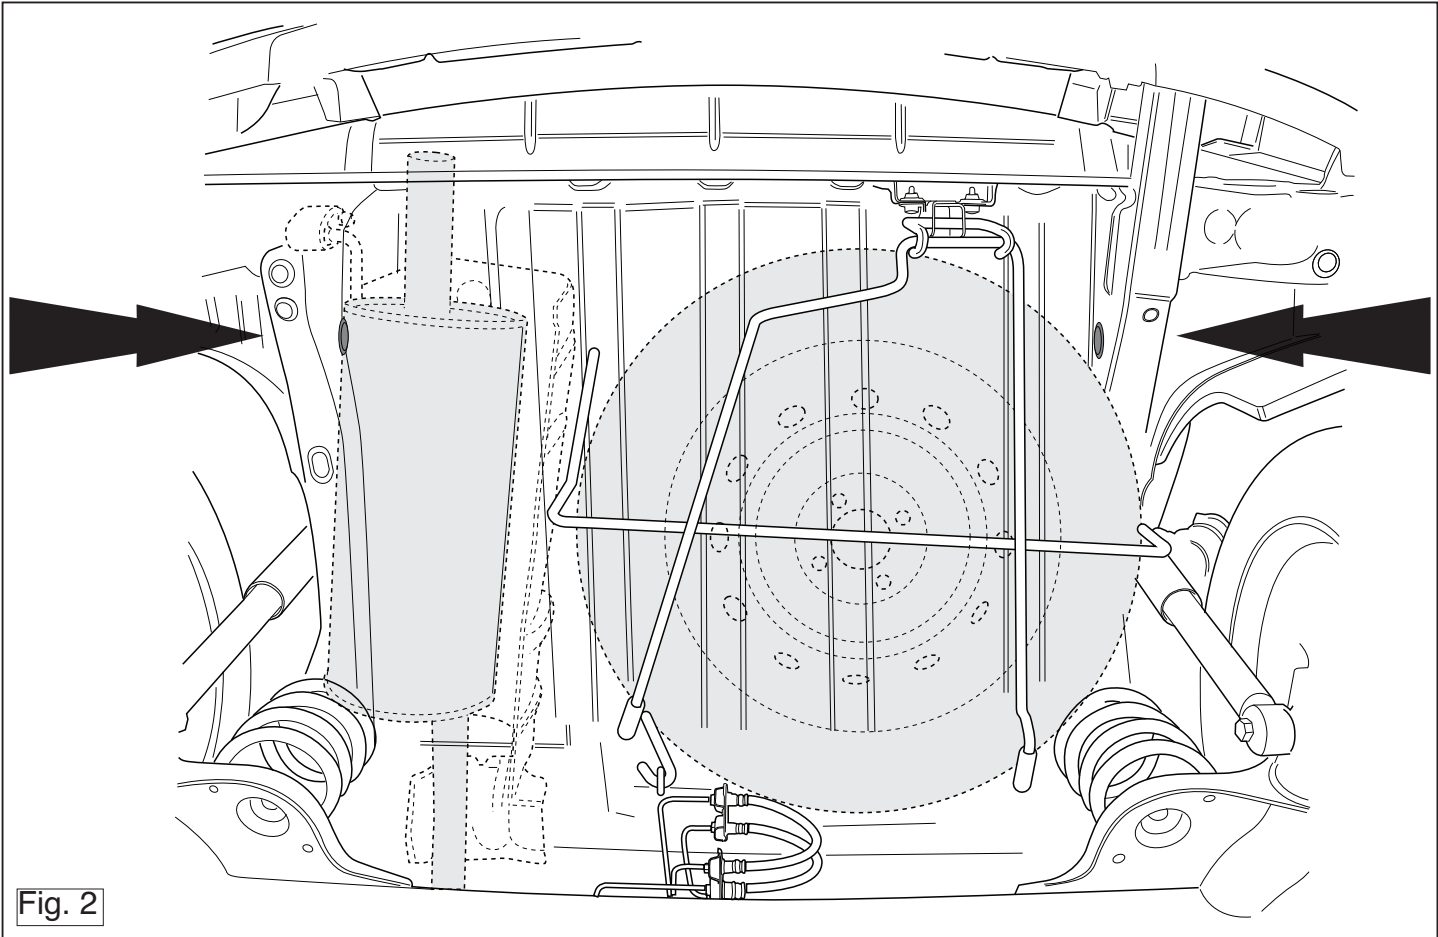

Fig. 2
5. Удалить уплотнение, как указано. См рис. 2.